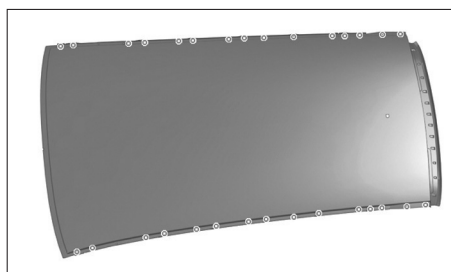

FIG. 132
- Percer des trous Ø 6,5 mm pour le soudage par points bouchons (Fig.132).